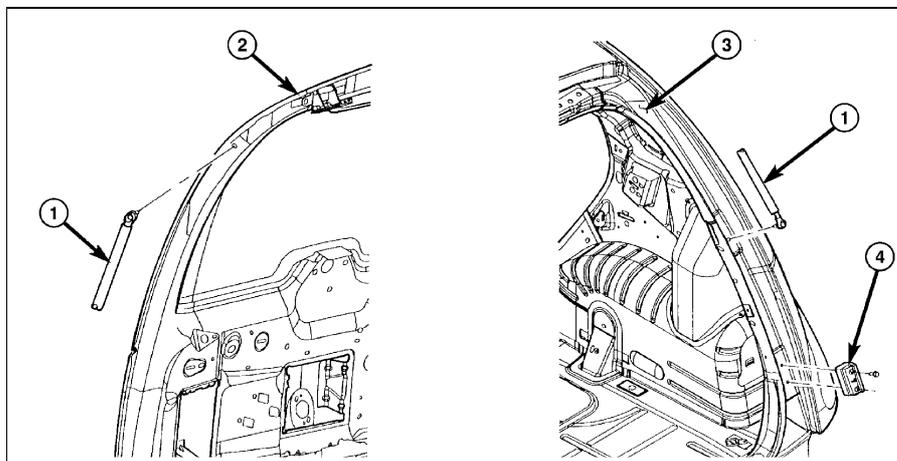

Рис. 11. Поддерживающая стойка двери багажного отделения. 1 - стойка, 2 - дверь, 3 - дренажный канал, 4 - направляющая.
(3) Отверните два болта направляющих пальцев суппорта (рис. 11а).